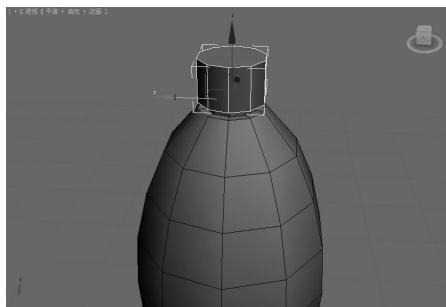
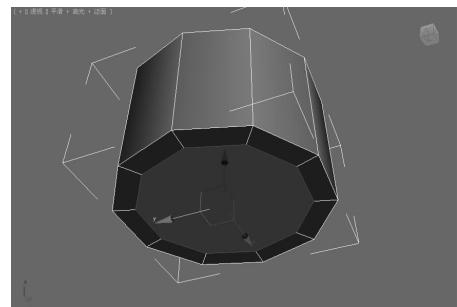

图 5-86 创建瓶盖圆柱体▲
图 5-87 插入圆柱体的底面▲
(1) 单击“创建”面板中的“几何体”按钮，在“对象类型”卷展栏中单击“圆柱体”按钮，在顶视图中拖动鼠标创建第二个圆柱体对象，设置“半径”为 3.5、“高度”为 4.5、“高度分段”为 1、“边数”为 10，如图 5-86 所示。
(2) 在透视图中选中新创建的圆柱体并右击，从弹出的四元菜单中选择“隐藏为选定对象”选项，将大的圆柱体暂时隐藏，这样可以在视图中单独编辑第二个圆柱体对象。
(3) 切换到“修改”命令面板，在其下拉列表中选择“编辑多边形”选项，单击“选择”卷展栏中的“多边形”按钮，在透视图中选中圆柱体的底面。
(4) 在“编辑多边形”卷展栏中单击“插入”按钮右边的□按钮，弹出“插入多边形”对话框，设置“插入量”为 0.7，单击“确定”按钮，在透视图中得到如图 5-87 所示的效果。